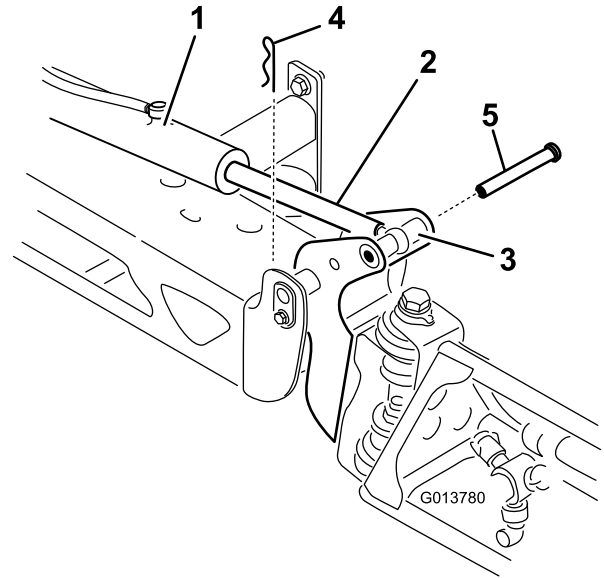

Figura 13
2. Retire la chaveta del pasador de giro (Figura 13).
3. Levante el brazo, retire el pasador (Figura 13), y baje el brazo lentamente al suelo.
- Eleve el brazo para alinear el pivote con el émbolo del actuador. Sujetando el brazo, introduzca el pasador a través del pivote del brazo y del émbolo del actuador (Figura 13).